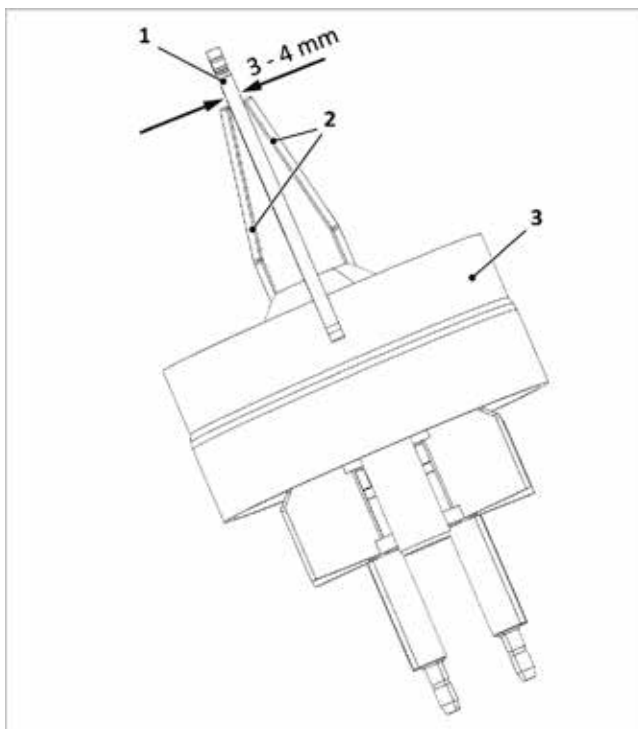

Fig. 119 : contrôle de l'écartement entre les électrodes d'allumage
3. Contrôlez l'écart entre les électrodes **→** conformément à la **fig. 119** et corrigez-le prudemment par torsion le cas échéant.